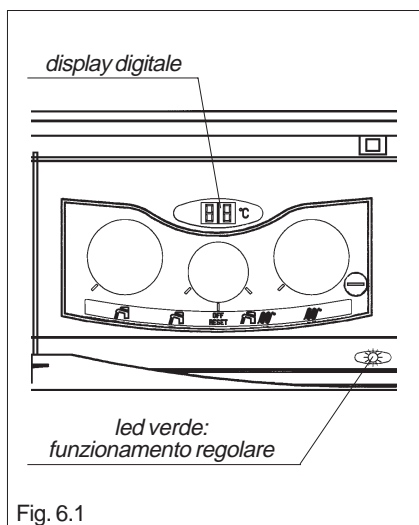

Fig. 6.1
- con **led verde fisso** (fig.6.1) la temperatura relativa alla fase richiesta (riscaldamento o sanitario);